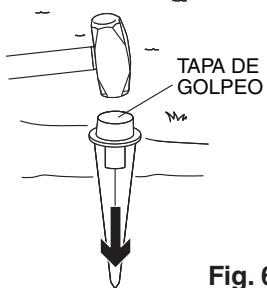

Fig. 6
1. Instale las estacas para el suelo. Afloje el suelo duro y retire piedras y rocas antes de tratar de instalar estacas en el suelo. Use la tapa de golpeo incluida para proteger las estacas cuando les pegue con el martillo. Después de la instalación, la brida de la estaca debe estar a nivel con el rasante. (Fig. 6)